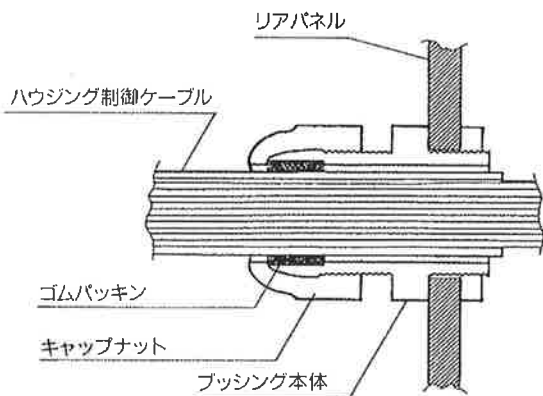
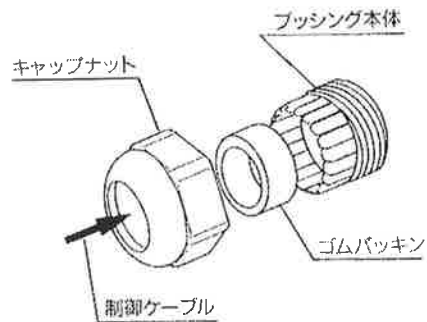

図2 ブッシング (L) 断面
図3 ブッシング (L) 分解
2. ハウジング用制御ケーブルをブッシング(L)に図2及び図3のように、キャップナット・ゴムパッキン・ブッシング本体の順に通してください。
3. ゴムパッキンは図2のように確実に取り付けてください。不完全な取り付けをしますと雨水が浸水します。